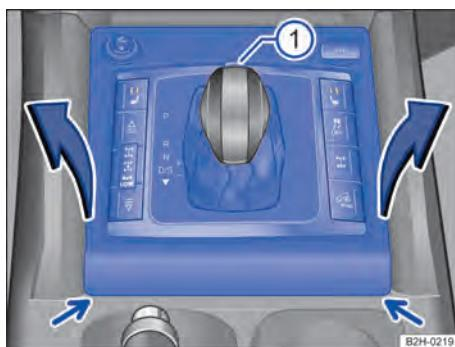

Fig. 97 Desmontar a cobertura do quadro da alavanca seletora.
- Retirar com cuidado a cobertura do mecanismo de seleção de marchas da garnição → Fig. 97 (setas), por exemplo, com uma chave de fenda.
- Puxar com cuidado para cima a cobertura na área da coifa da alavanca seletora com os cabos elétricos conectados → Fig. 97.
- Pressionar o botão bloqueador na parte da frente da manopla da alavanca seletora → Fig. 97 (1) e colocar a alavanca na posição **N**.